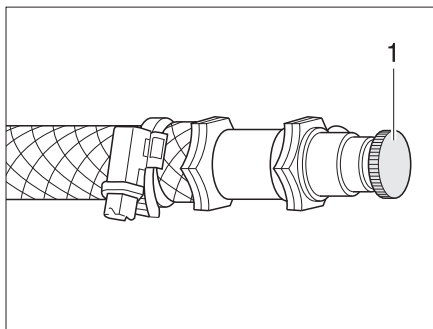

Fig. 258 Soupape de purge pour le chauffage à eau chaude
- Ouvrir la soupape de purge (Fig. 258,1) et la laisser ouverte, jusqu'à ce l'air soit complètement évacué du circuit.